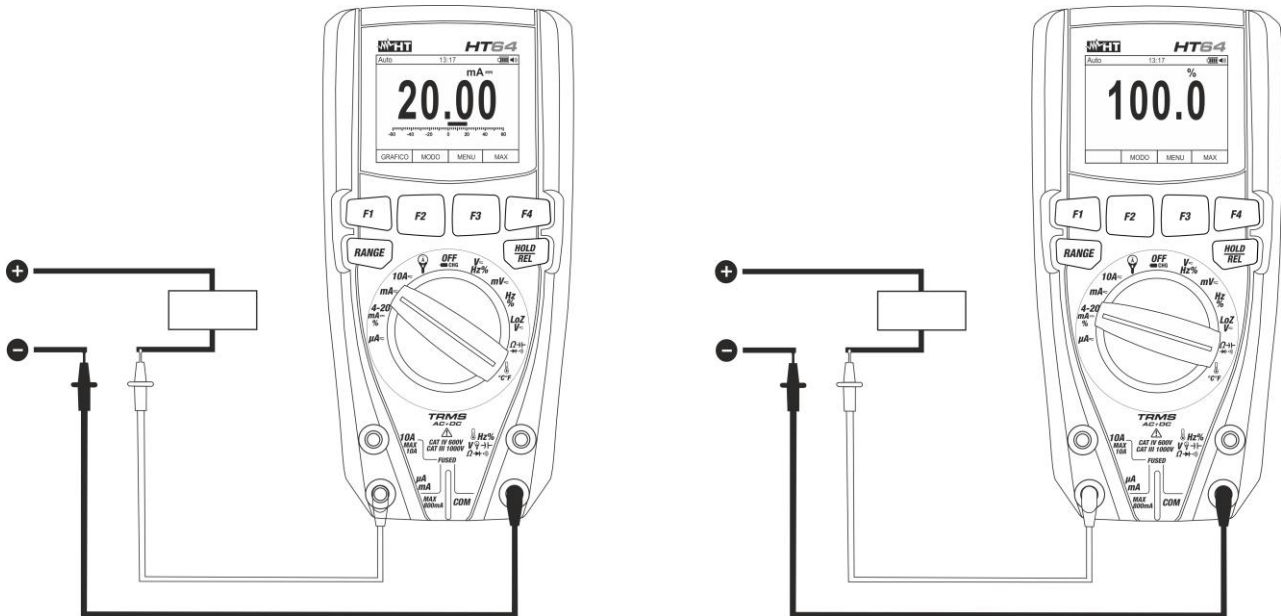

Fig. 30: Uso del instrumento para medida de Corriente CC y lectura 4-20mA%
4. Conecte la punta roja y la punta negra en serie al circuito del que se quiere medir la corriente respetando la polaridad y el sentido de la corriente (vea Fig. 30)
6. El valor de la corriente CC (vea Fig. 30 – parte izquierda) se muestra en pantalla
7. El valor de la lectura 4-20mA% (0mA = -25%, 4mA = 0%, 20mA = 100% y 24mA = 125%) (vea Fig. 30 – parte derecha) se muestra en pantalla. La barra gráfica no está activa en esta función
9. La visualización del símbolo "-" en la pantalla del instrumento indica que la corriente tiene sentido opuesto respecto a la conexión de Fig. 30